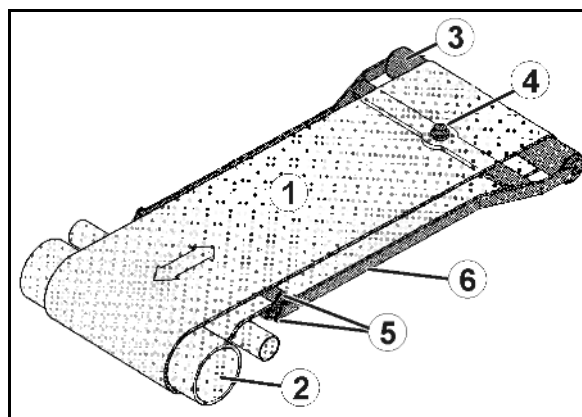

Fig. 72
1. Skru de to afskærmninger (Fig. 72/1) af på indersiden af bremsetromlen.
Indtrængende snavs kan sætte sig på bremsebelægningerne (Fig. 72/2), hvilket kan medføre væsentligt nedsat bremseevne.